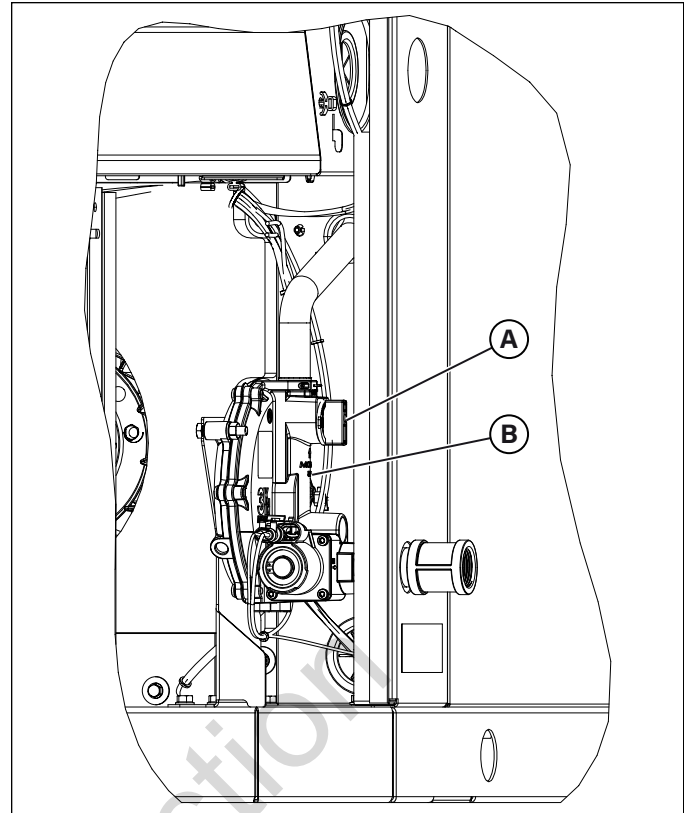

Figura 10
8. Encuentre la válvula selectora de combustible (A) arriba del regulador de combustible (B). Consulte la Figura 10.